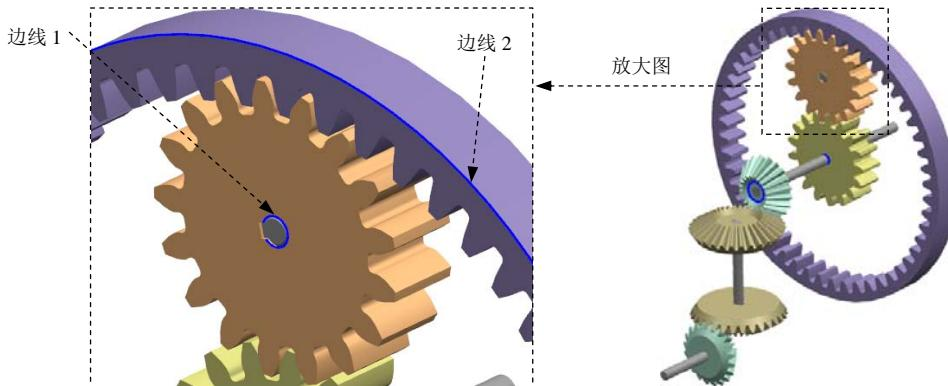

图 5.5.8 定义旋转副
Step15. 定义连杆 3 中的旋转副。选择下拉菜单 **插入(S)** → **运动副(I)...** 命令，系统弹出“运动副”对话框；在“运动副”对话框 **定义** 选项卡的 **类型** 下拉列表中选择 **旋转副** 选项；在模型中选取图 5.5.8 所示的边线 1 为参考，系统自动选择连杆及原点；在 **操作** 区域的 **方位类型** 下拉列表中选择 **矢量** 选项，在矢量下拉列表中选择 **ZC↑** 选项；单击 **确定** 按钮，完成旋转副的创建。
Step16. 定义连杆 4 中的旋转副。选择下拉菜单 **插入(S)** → **运动副(I)...** 命令，系统弹出“运动副”对话框；在“运动副”对话框 **定义** 选项卡的 **类型** 下拉列表中选择 **旋转副** 选项；在模型中选取图 5.5.8 所示的边线 2 为参考，系统自动选择连杆及原点；在 **操作** 区域的 **方位类型** 下拉列表中选择 **矢量** 选项，在矢量下拉列表中选择 **ZC↑** 选项；单击 **确定** 按钮，完成旋转副的创建。